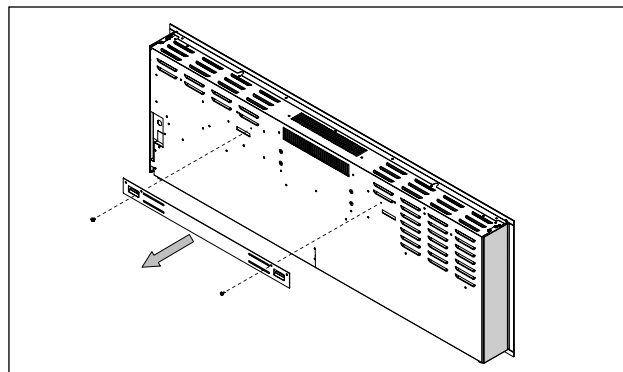

Fig. 1
4. Placez l'appareil face vers le bas sur une surface douce et non abrasive. Retirez le support à l'arrière de l'appareil en retirant les vis (**Fig. 1**). Mettez le support de côté et jetez les vis.